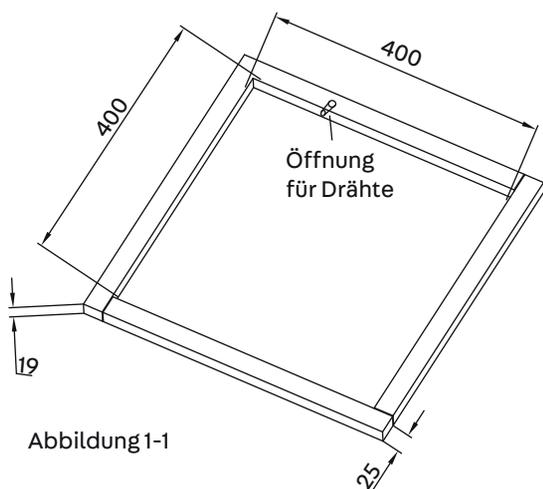

Abbildung 1-1
Wenn die Dachentlüftungsöffnung nicht verwendet wird, muss eine neue Öffnung in Dach des Fahrzeugs geschnitten werden (siehe Abbildung 1-1). Eine entsprechende Öffnung muss auch in der Innendecke des Fahrzeugs angebracht werden. Gehen Sie dabei vorsichtig vor. Wenn die Öffnung verkleidet ist, können Risse entstehen. Wenn sichergestellt wurde, dass die Öffnungen im Dach und in der Innendecke die korrekte Größe haben, muss eine gerahmte Stützstruktur zwischen der Außendecke des Daches und der Innendecke angebracht werden. Die verstärkte Rahmenstruktur muss den folgenden Richtlinien entsprechen:
2. Es muss die äußere Dachoberfläche und die Innendecke voneinander getrennt halten und sie stützen, damit kein Versagen auftritt, wenn die Dachklimaanlage und die Deckenbaugruppe zusammengeschaubt werden. Ein typischer Stützrahmen ist in Abbildung 1-1 dargestellt.